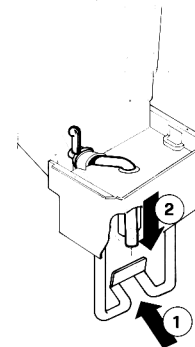

figura 16
- 4 - Premere (1) la leva comando rubinetto e tirare verso il basso (2) l'estremità del gommino rubinetto fino ad assestarlo completamente (vedere figura 16).